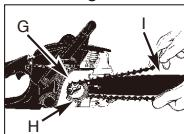

Fig. 3E
- La kjeden gå rundt tannhjulet (G) bak koblingen (H). Sørg for at linkene passer mellom tannhjulene. (Fig. 3E)
9. Før drivverkslinkene inn i sporet (I) og rundt enden av skinnen. (Fig. 3E)